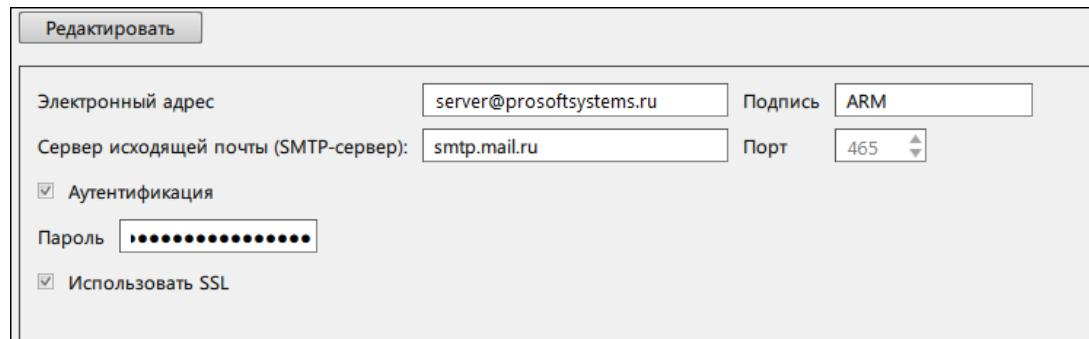

Рисунок 168 - Настройка почтового клиента
- Нажмите **Редактировать** и заполните форму конфигурирования (Рисунок 168).